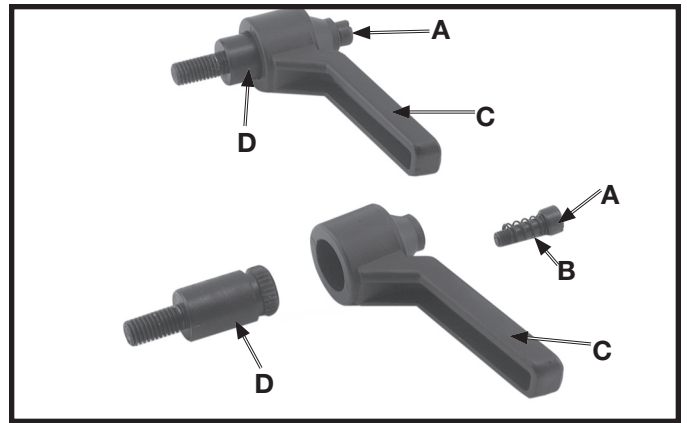

Fig. 13
2. Deux poignées de fixation sont livrées avec l'appareil, une pour la table de la ponceuse à courroie et l'autre, pour la table de la ponceuse à disque. Démontez les deux poignées. Dévissez et retirez la vis (A), le ressort (B) et la poignée (C) du goujon de verrouillage (D) comme indiqué à la fig. 13